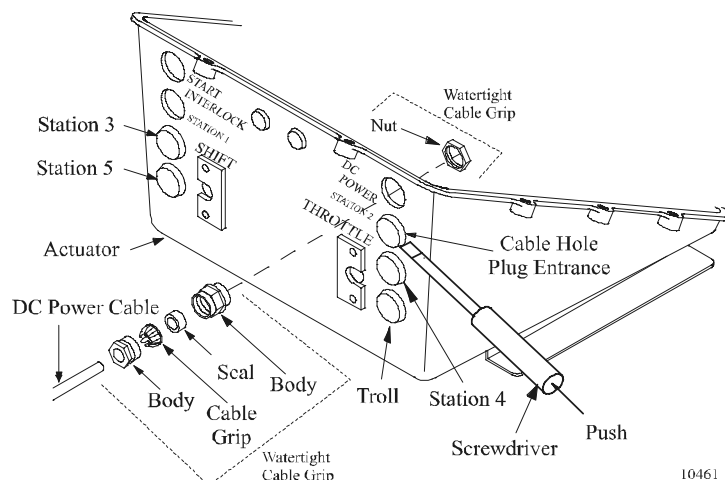

Abbildung 16: Entfernen der Stopfen und Anbringen der Kabeldurchführung
- E) Entfernen Sie nur die Verschlussstopfen von den zur Einführung des Kabels vom Steuerstand benötigten Öffnungen, wie in Abbildung 16:, Seite 22 gezeigt.
- F) Installieren Sie die wasser-dichten Kabeldurchführungen in den Öffnungen der Stelleinrichtung. Siehe Abbildung 16:, Seite 22.
- C) Installieren Sie eine wasserdichte Kabeldurchführung in der Öffnung DC POWER (Gleichstromversorgung). Installation der Kabeldurchführung siehe Abbildung 16:, Seite 22.
- A) Installieren Sie eine wasserdichte Kabeldurchführung in der Öffnung START INTERLOCK (Motorstartunterdrückung). Installation der Kabeldurchführung siehe Abbildung 16:, Seite 22.